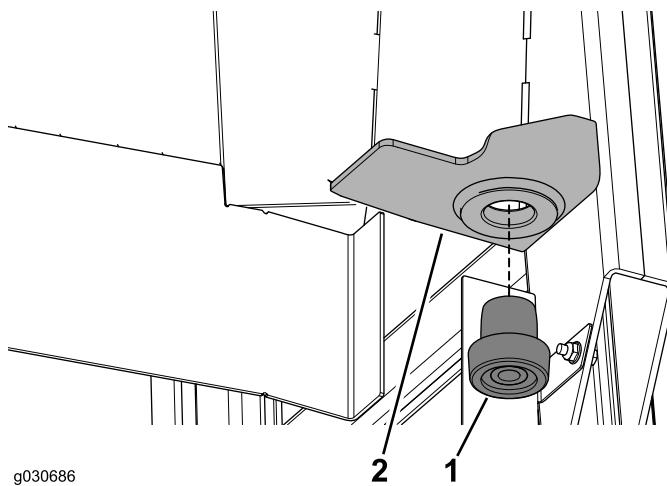

Рисунок 10
2. Запрессуйте резиновый изолятор в отверстие правого заднего крепления на раме кабины (Рисунок 10).